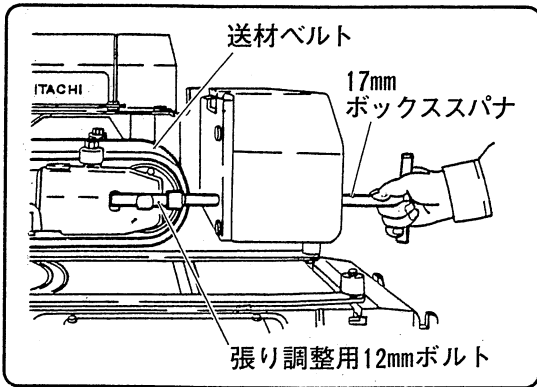

図 10
送材ベルト（図10参照）にごみや切りくずが付着していると誤動作の原因になります。送材ベルトに付着しているごみや切りくずは取除いてください。
注 • 送材ベルト（図10参照）にシリコンスプレー液がかかると、木材がスリップする原因となります。
② 反転位置調整ポリウム	左にまわすと木材は早く、右にまわすと遅く反転します。 反転位置は手持ちの⊖ドライバーで調整します。 (18ページ「(5)自動反転機構の確認」の項参照)
③ ◀後 スイッチ	◀後 を押し、木材の板厚検出（17ページ「(4)板厚検出機構の確認」の項参照）が終わると送材ベルト（図10参照）が回転し、一方向（送り込み側から送り出し側）への切削ができます。
④ ◀後 ランプ	③ ◀後 スイッチを押すと点灯します。
⑤ ▶前 スイッチ	▶前 を押し、送材ベルトが逆回転し、送り出し側から送り込み側へ送材できます。
⑥ ▶前 ランプ	⑤ ▶前 スイッチを押すと点灯します。
⑦ 1回スイッチ	①回 を押し、木材の板厚検出が終わると送材ベルトが回転し、1往復の切削（帰り）ができます。
⑭ 停止スイッチ	停止スイッチを押すと、送材ベルト (図10参照) が停止します。
フロントカバー（図1参照）をはずし、表示パネル下側のキャップ（2個）をはずします。張り具合は、送材ベルトの回転（17ページ「(3)板厚検出スタート装置の確認」の項参照）を見ながら手前および奥側の張り調整用12mmボルト2個を付属の17mmボックススパナで交互にまわして調整します。（図10）